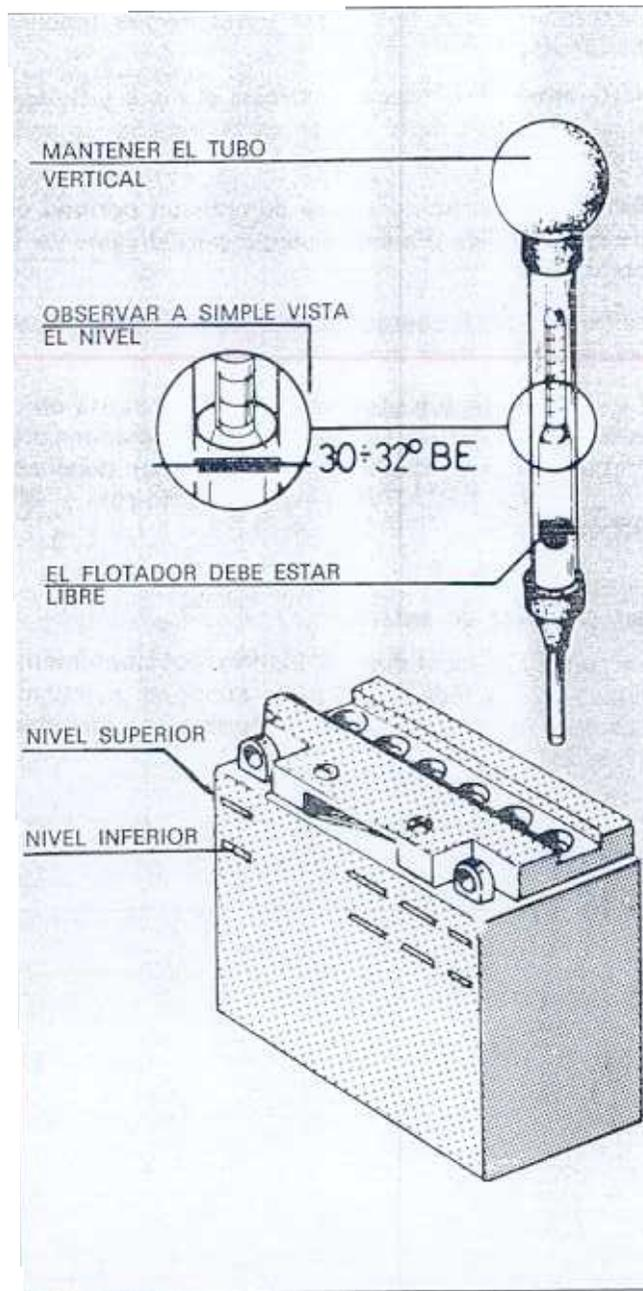

Fig. 32 E
(Fig. 32 E)
1. Quitar la cinta adhesiva y los tapones, llenar los elementos con ácido sulfúrico de calidad adecuada para acumuladores, de peso específico 1,26 ÷ 30° Be, a una temperatura no inferior a 15°C hasta el nivel superior (Fig. 32 E).
El nivel del electrólito, que debe ser controlado frecuentemente, debe rozar justamente el nivel superior (Fig. 32 E). Para restablecer el nivel emplear agua destilada.